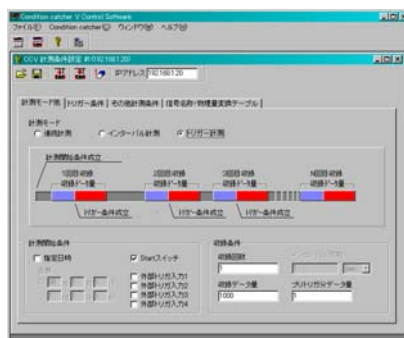

図43. オフライン計測設定画面
- ①パソコンの電源を投入し、『コントロール・ソフトウェア』を起動し、初期画面を表示します。
- ② **Condition catcher V** 本体の電源を投入し、ネットワークに接続します。
- ③初期画面ツールバーの『計測条件設定』ボタン（左から3番目）をクリックします。
- ④図43のような計測条件設定画面が表示されますので、この画面で各種計測条件を設定します。
- ⑤設定した条件を確認し、間違いなければ設定画面ツールバーの『IPアドレス』に対象とする本体のIPアドレスを入力し『ダウンロード』ボタン（左から3番目）をクリックしてしてください。これらの計測条件を本体へ書き込みます。